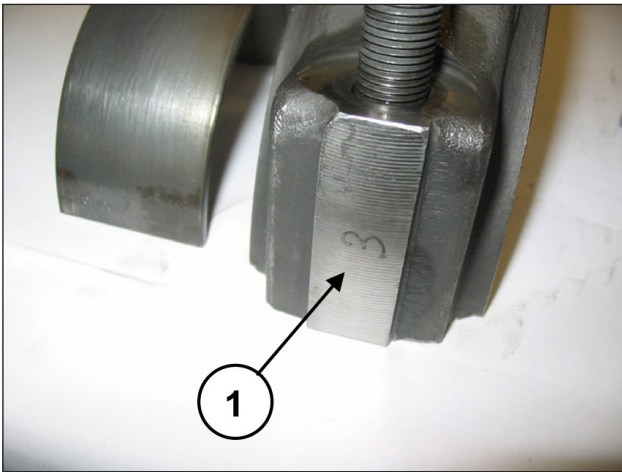

Fig. 40
Acople as semi-hastes aos chapéus anteriormente desmontados, fazendo referência à numeração (pos. ①, Fig. 40).
Separe os chapéus das semi-hastes. O acoplamento correto será garantido pela numeração colocada em um lado (pos. ①, Fig. 40).